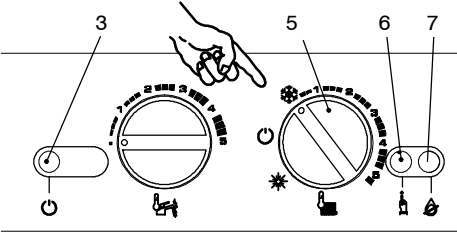
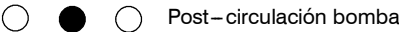
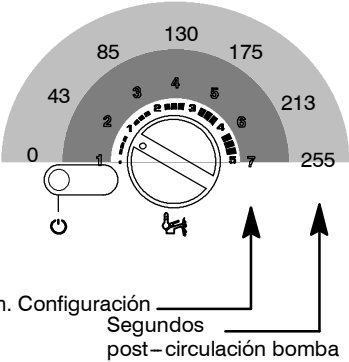

fig. 5.27
fig. 5.28
fig. 5.29
- 1 Suministrar fluido eléctrico a la caldera y colocar el conmutador de función 5 igual que en la fig. 5.27.
- 3 Pulsar el botón de reposición (6, fig. 5.27) de forma repetida (1 vez) hasta que los indicadores luminosos de señalación (3) muestren una secuencia como la de fig. 5.28.
Para mostrar la configuración determinada, mantener pulsando el botón de reposición (6, fig. 5.27) durante 5 segundos aproximadamente. Los indicadores luminosos de señalación (3) parpadearán un número de veces igual a la configuración (en fig. 5.29, por ejemplo, parpadearan 2 veces).
- 4 Para cambiar la configuración, girar el mando de regulación de temperatura del agua sanitaria (4, fig. 5.27) y llevarlo al valor de post-circulación deseado. El indicador luminoso de bloqueo (7) parpadeará rápidamente para indicar que se está modificando el valor de la post-circulación.